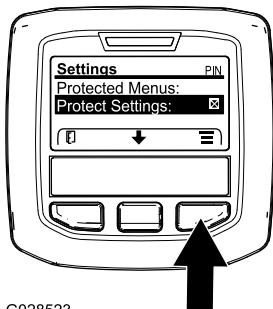

Bild 28
1. Greifen Sie auf die geschützten Menüs zu und entsperren Sie das Untermenü „geschützte Einstellungen“ (Bild 28), siehe Zugreifen auf die geschützten Menüs \(Seite 18\).